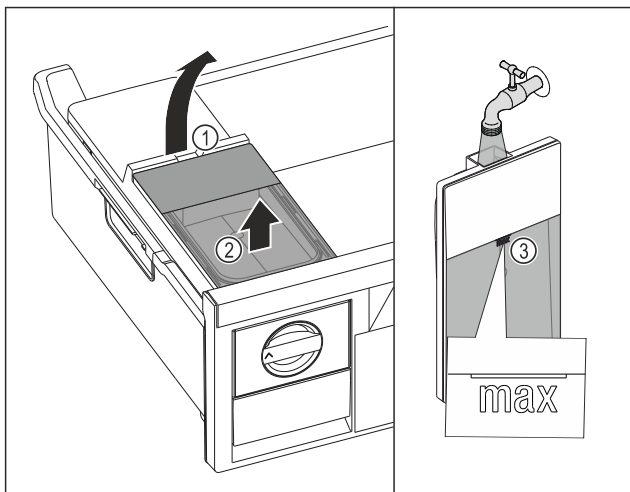

Fig. 98
- ▶ 从凹槽 Fig. 98 (1) 抬起水箱。
- ▶ 向上取出水箱。 Fig. 98 (2)
- ▶ 向水箱注入饮用水，直至标记 Fig. 98 (3)。